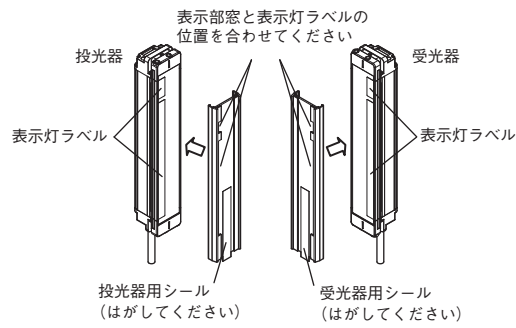

図3
① スパッタ保護カバーをセンサに取り付けます。(図3)
② 投光器用 / 受光器用シールをはがしてください。
(Figure 3)
< Figure 3 >